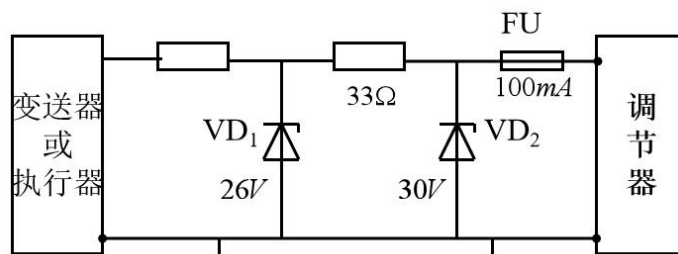

图 3 为齐纳安全栅防爆电路
3、图 3 为齐纳安全栅防爆电路，假设稳压管击穿时工作电流为 50-80mA,调节器供电电压为 28V 时， VD_1 与 VD_2 工作状态。33 Ω 电阻是否合适。